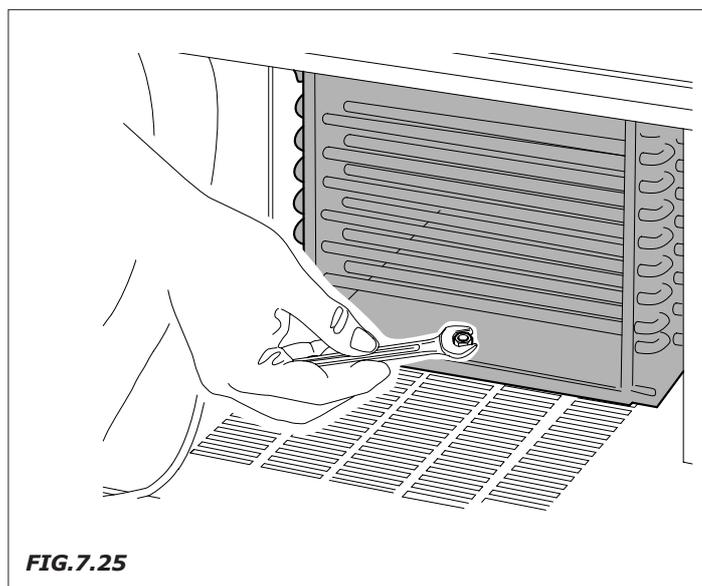

FIG. 7.25
- Extraer el tornillo de fijación del condensador (Fig.7.25).